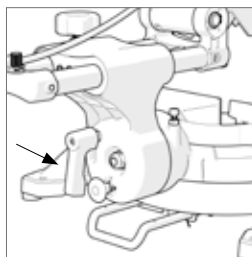

Fig. 33
- Desserrer l'élément de fixation pour l'angle d'inclinaison. **(Fig. 33)**